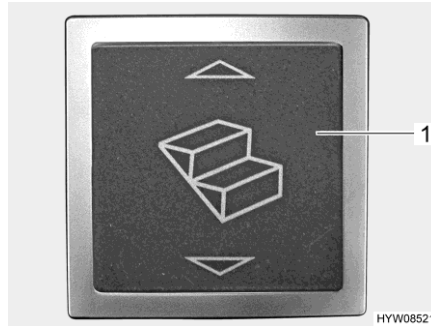

Bild 7 Wippschalter für Eintrittsstufe (Eingangsbereich)
*Einfahren oder Ausfahren:* ■ Den Wippschalter (Bild 7,1) im Eingangsbereich drücken.